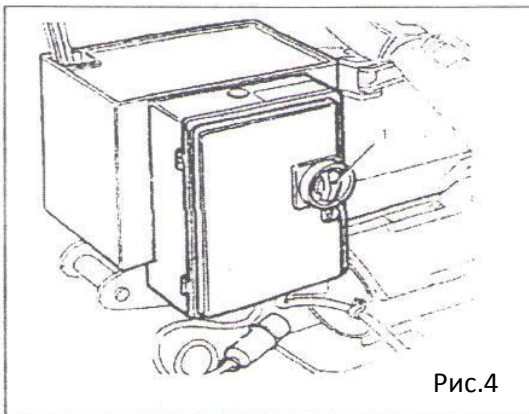

Рис.4
- 1 Основной выключатель (см. рис.4)
**Замечание:** и генератор, и электродвигатель гидронасоса оснащены устройством для защиты от перегрузок (см. рис. 4).